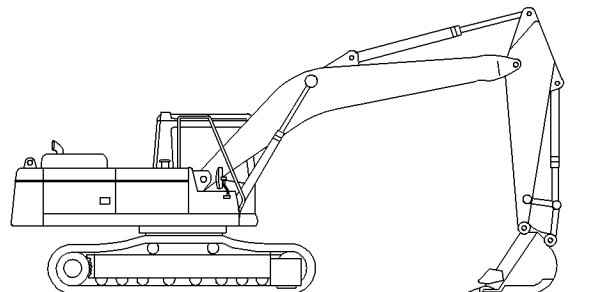

Ilustración 357
15. Regrese la máquina a la posición que se muestra en la ilustración 357. Compruebe para detectar si hay fugas de aceite en la máquina.